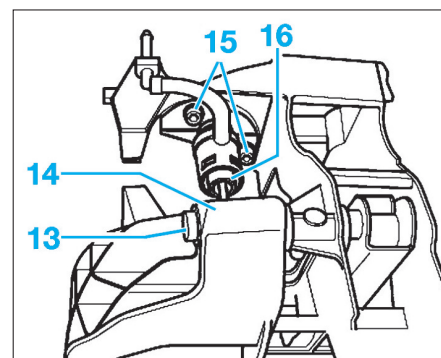

Fig. 10
- Retirer l'agrafe de fixation (13) et déposer la pédale d'embrayage (14) (Fig.10).
- Dévisser les écrous (15) et déposer le cylindre émetteur d'embrayage (16).